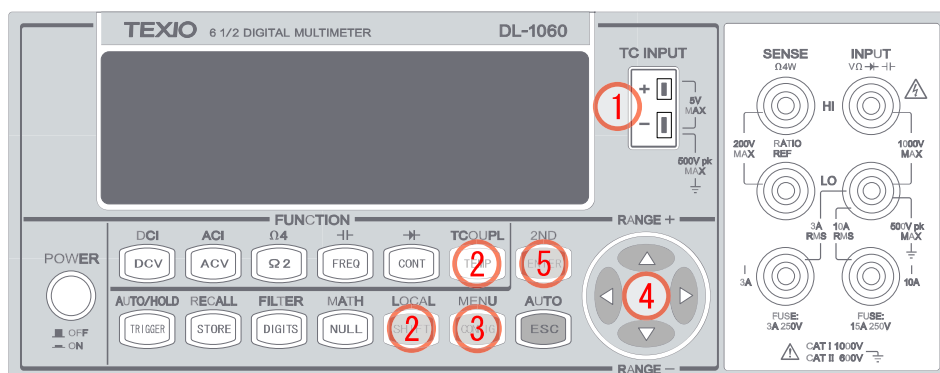

図 3-14
- ① 熱電対のタイプを正しく設定します。
- ② TCOUPL (SHIFT + TEMP) ボタンを押して、熱電対測定を選択します。
- ③ CONFIG ボタンを押して、設定モードにします。
- ④  $\triangleleft$ ・ $\triangleright$ 、ENTER ボタンを使い、“RJUNCTION” > “SIMULATED” を選択します。 $\triangleleft$ ・ $\triangleright$  ボタンで桁を移動し、 $\triangle$ ・ $\nabla$  ボタンを使い希望のシミュレート値に設定します。
- ⑤ ENTER ボタンを押すと SIMULATED 測定モードの状態となります。
- これらの操作は図 3-14 に示します。